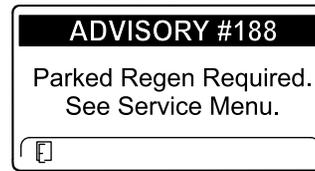

Figura 66
- Regeneración estacionaria necesaria AVISO N° 188 (Figura 66)